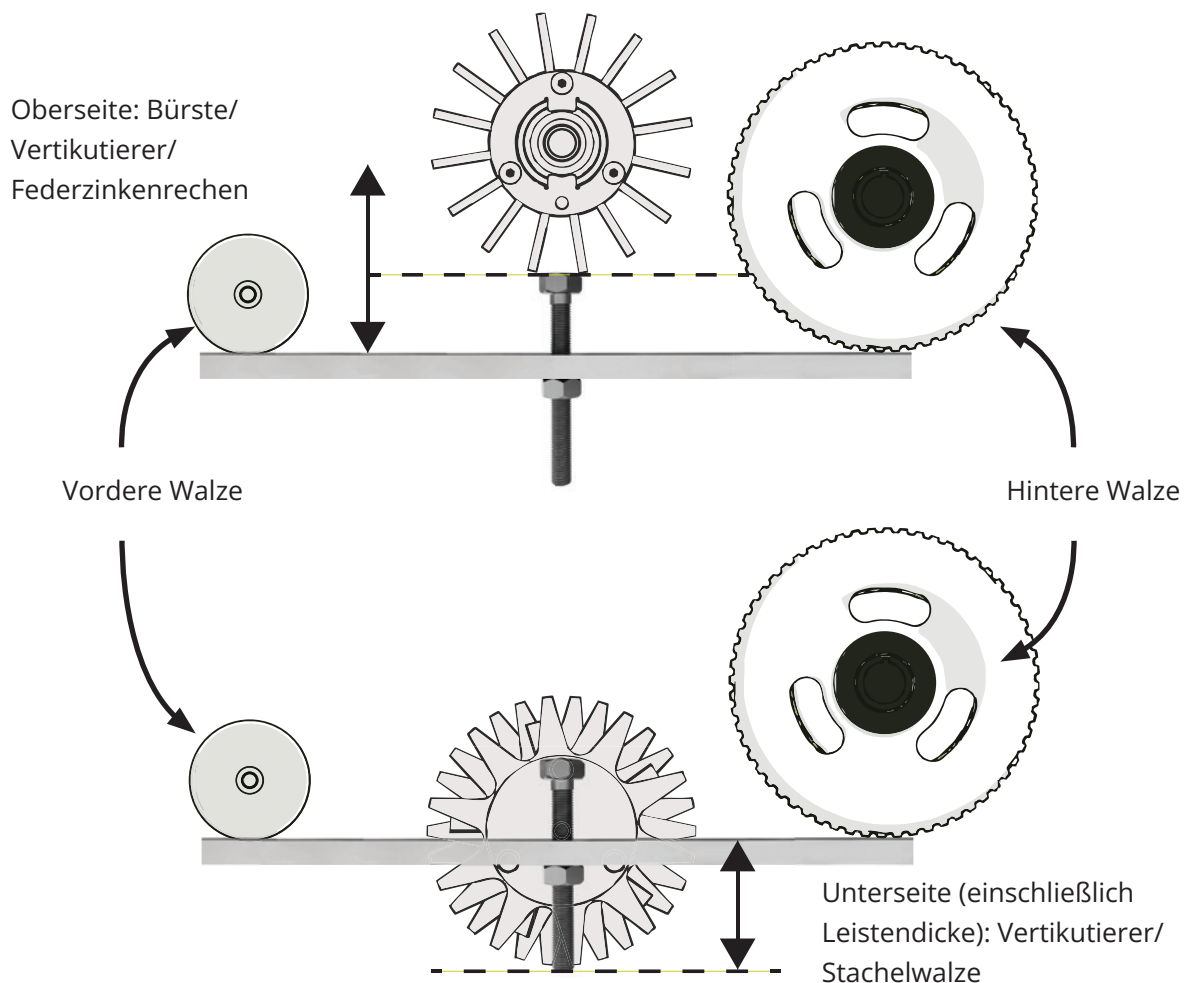

Fig.9. Einstellung mit der Einstelllehre für Kassetten über/unter der Bodenlinie.
Abstand oberhalb bzw. unterhalb der Einstellleiste (zum Kopf bzw. Ende) dem gewünschten Wert entspricht (Abb. 9). Bitte beachten:
7. Das Zahnrad drehen, um die vordere Walze anzuheben oder abzusenken. Positionieren Sie dabei die Einstelllehre erneut zwischen der vorderen und hinteren Walze. Beenden Sie den Einstellvorgang, wenn entweder die Spitzen der Borsten bzw. des Verti-Cutters mit dem Schraubenkopf oder die Spitzen des Vertikutierers bzw. der Stachelwalze mit dem Schraubenende bündig sind. (Abb. 9). Die obere Klemmmutter leicht anziehen.